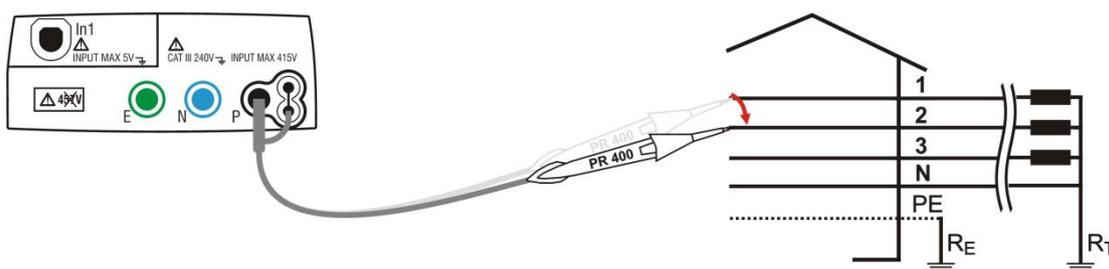
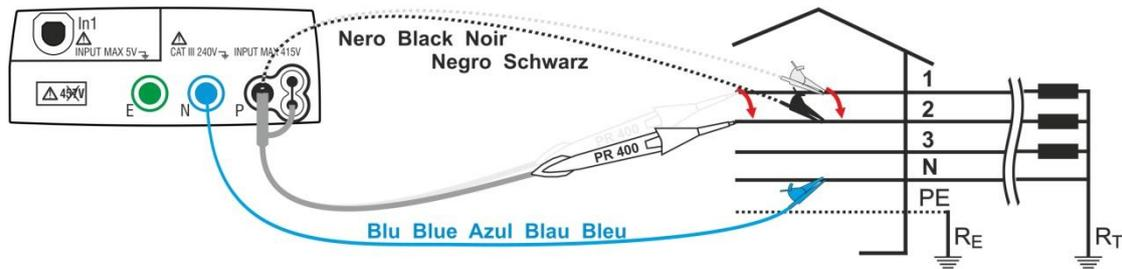

Fig. 26: Verificação da sequência das fases com um terminal, ligação fase 2
Fig. 27: Verificação da sequência das fases com dois terminais, ligação fase 2
8. Ligar o crocodilo ou a ponteira preta, ou a ponteira remota à segunda fase da rede elétrica em exame de acordo com as Fig. 26 e Fig. 27.